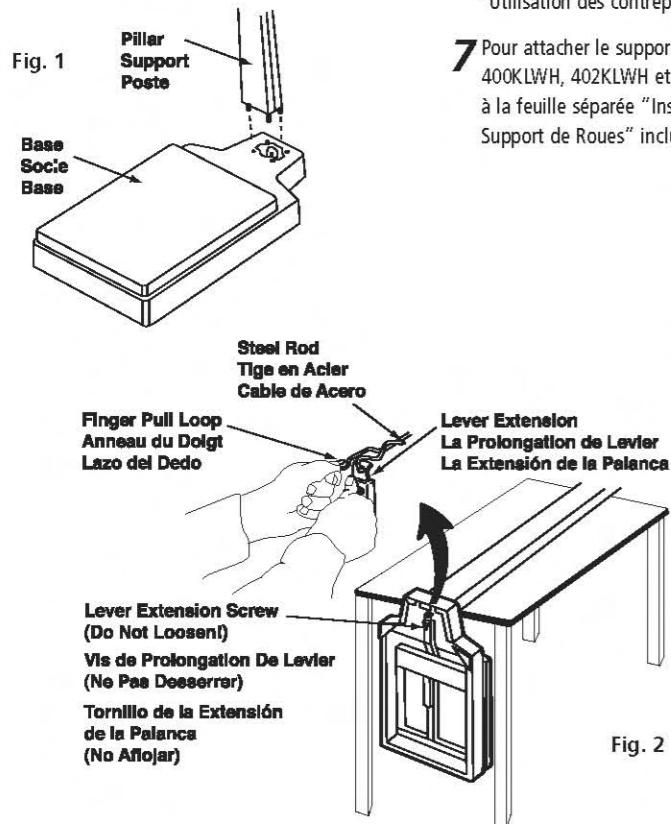

Fig. 2
- 2 Tip scale at angle (See Fig 2) resting top of pillar on any convenient support and, using the wrench provided, secure pillar to base with the four nuts (included).
- 2 Incliner la balance (voir Figure 2) pour que l'extrémité supérieure du support soit convenablement soutenue. A l'aide de la clé et des quatre écrous fournis, fixer le support au socle.